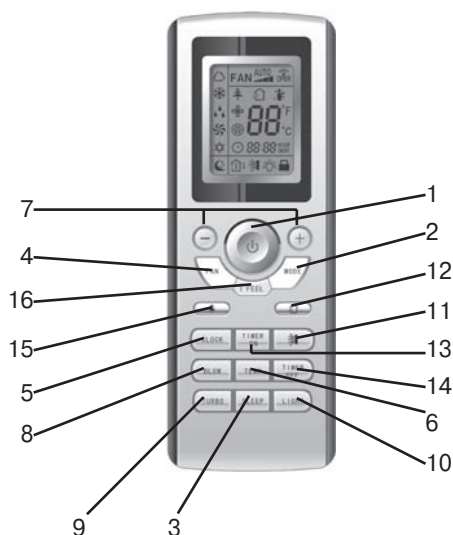

Рис. 7.1 Пульт управления
7.1 Кондиционер управляется при помощи инфракрасного беспроводного пульта с внутренними блоками настенного, кассетного и напольно-потолочного типов (см. п. 7.2 и 7.3, рис. 7.1 и 7.2).
Блок канального типа управляется при помощи проводного пульта управления (рис. 7.1)